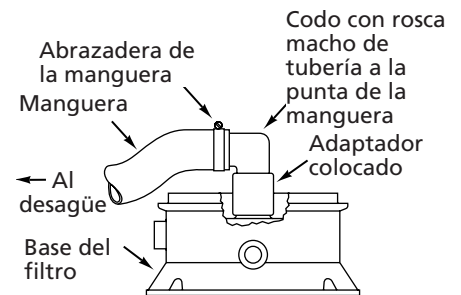

Figura 18
1. aspirar la piscina, eliminar el agua (ver figura 18, página 9);
2. Enrosque un codo de PVC de 90° y 1½" en el adaptador hembra de la base del filtro (ver figura 18).
3. Coloque la manguera en el codo según se ilustra en la figura 18; haga correr la manguera hasta la zona de eliminación de aguas residuales.